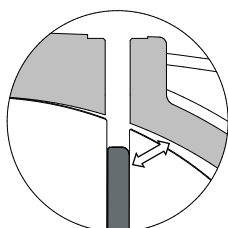

Abb. 6.5
- Olablassetraube abschrauben und Öltank ausleeren (pos. 1).
- Tankschraube abschrauben (pos. 2) und Dichtung auswechseln (pos. 3); Anschlüsse, die Schmierungsleitung zur selbststellenden Ölpumpe (pos. 4) und Öler verbinden, abschrauben.
- Ölpumpe abnehmen (pos. 5).
- Schrauben des Öltanks abschrauben (pos. 7) und – wenn notwendig – zwei Schrauben als Abzieher in geschnittenen Öffnungen verwenden zum rücksichtsvoll entfernen. Bei Abziehen Rotor versichern, um Rotorfall im Pumpen Gehäuse zu vermeiden. O-Ring ersetzen (pos. 8).
- Flansch der Schmierpumpe (pos. 9), Ausgleichring (pos. 10) und Lager (pos. 11) demontieren, um Tankaufbau zu erleichtern (pos. 7).
- Schieber müssen so eingesetzt werden, dass Kontakt mit Gehäusen an gerundeter Kante stattfindet (Bezug nehmen auf Abb. 6.5).
- Anschlüsse, die Schmierungsleitung zur selbststellenden Ölpumpe (pos. 9) und Öler verbinden, abschrauben.
- Ölpumpe abnehmen (pos. 7).
• Schrauben des Öltanks abschrauben (pos. 1) und – wenn notwendig – zwei Schrauben als Abzieher in geschnittenen Öffnungen verwenden zum rücksichtsvoll entfernen. Bei Abziehen Rotor versichern, um Rotorfall im Pumpen Gehäuse zu vermeiden. O-Ring ersetzen (pos. 5).
• Flansch der Schmierpumpe (pos. 2), Ausgleichring (pos. 8) und Lager (pos. 6) demontieren, um Tankaufbau zu erleichtern (pos. 1).
• Schieber müssen so eingesetzt werden, dass Kontakt mit Gehäusen an gerundeter Kante stattfindet (Abb. 6.5).